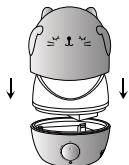

Рис. 4
- Установите резервуар для воды вместе с декоративной частью на основание увлажнителя воздуха (рис.4).